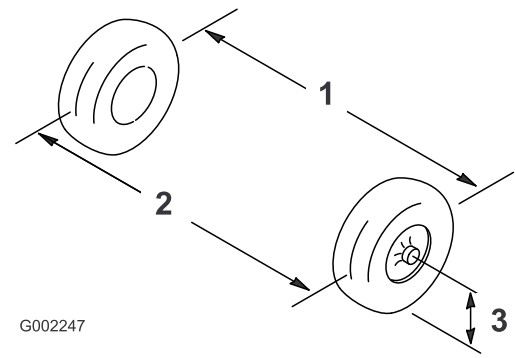

Figura 52
2. Meça a distância entre os pneus dianteiros à altura do eixo na zona dianteira e traseira dos pneus dianteiros (Figura 52).